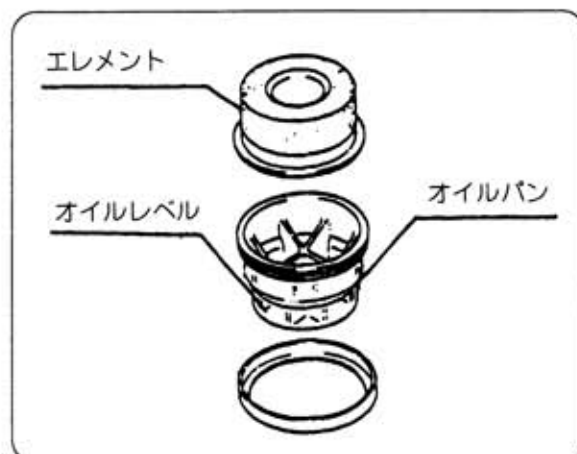

図41
■エアクリーナエレメントの清掃とオイル交換(図41)
- ① エレメントを取外し、白灯油で洗い、エレメントの白灯油をよく振切って取付けてください。
- ② オイルだまりはよく洗浄し、新しいオイルを規定量入れてください。